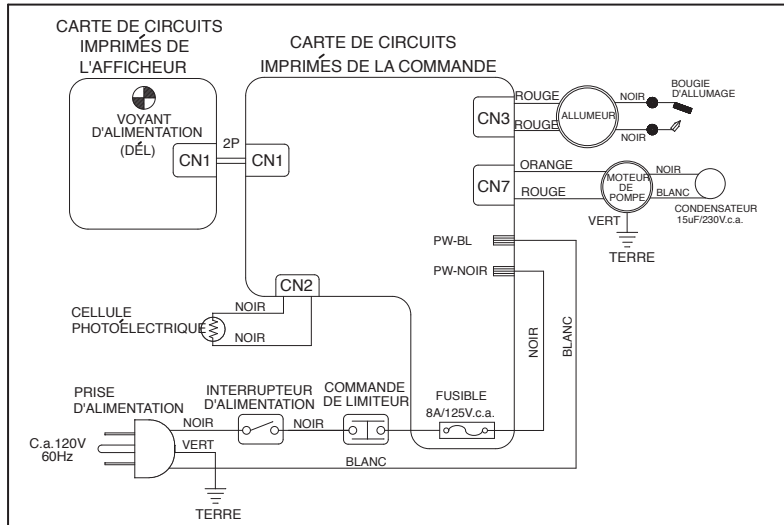

Figure 26 – Schéma de câblage du modèle 3VE48G
- Enlever le fusible du porte-fusible (voir la Figure 26).